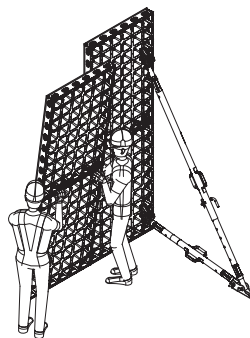

Fig. B1.05
5. Placer la deuxième unité de panneaux à côté de la première. (Fig. B1.05)